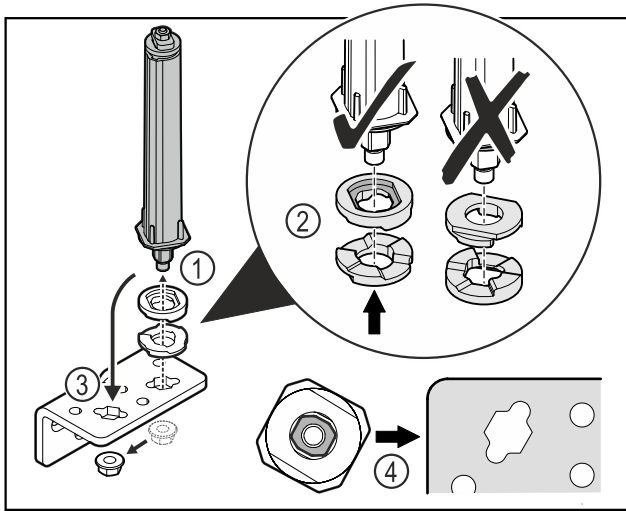

Fig. 33
- ▶ Відкрутити гайку і зняти систему запирання дверей Fig. 33 (1).
- ▶ Слідкувати за правильним розташуванням шайб для регулювання висоти Fig. 33 (2).
- ▶ Переставити систему запирання дверей у шарнірному кутику і зафіксувати гайкою Fig. 33 (3).
- ▶ Під час встановлення слідкувати за правильною орієнтацією системи запирання дверей Fig. 33 (4).